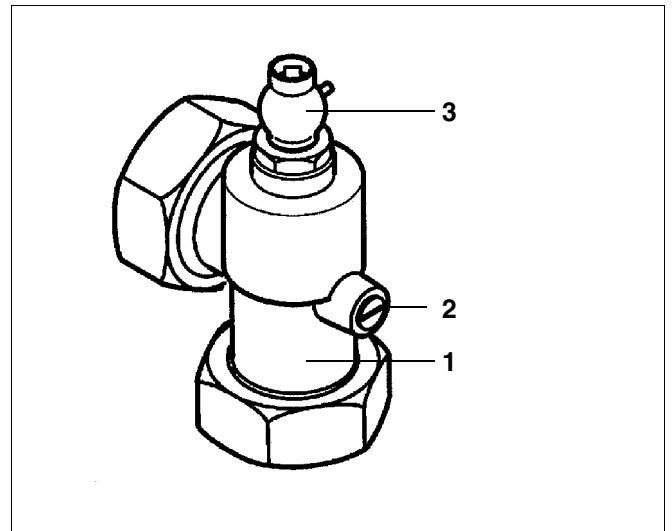

Abb. 10 Rückschlagventil mit Entlüftungsventil
- Pos. 3: siehe Abb. 10
- Schraubenschlitz der Stellschraube des Rückschlagventils in senkrechte Stellung (immer geöffnet) bringen (Abb. 10).
- Entlüftungsventil öffnen (Abb. 10).
Legende für Abb. 10